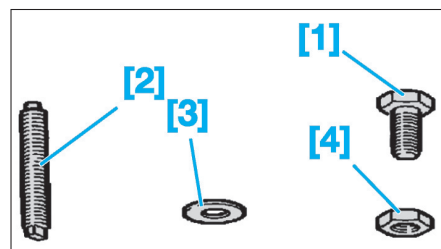

Fig. 49
- [1]. Vis de démontage (Ref. 0538-C) (Fig.49).